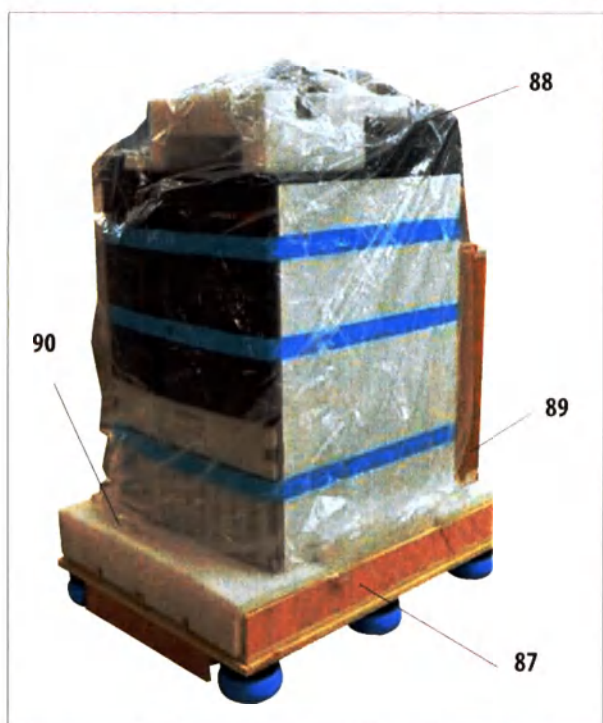

Рис. 7
- В картонной коробке (89) сложены комплектующие, которые ещё не установлены в прибор. Осторожно отставьте картонную коробку в сторону.
- Затем извлеките вспененную формованную деталь (90) с передней стороны поддона (рис. 7).
- После этого осторожно снимите с прибора защитный пластмассовый кожух (88).